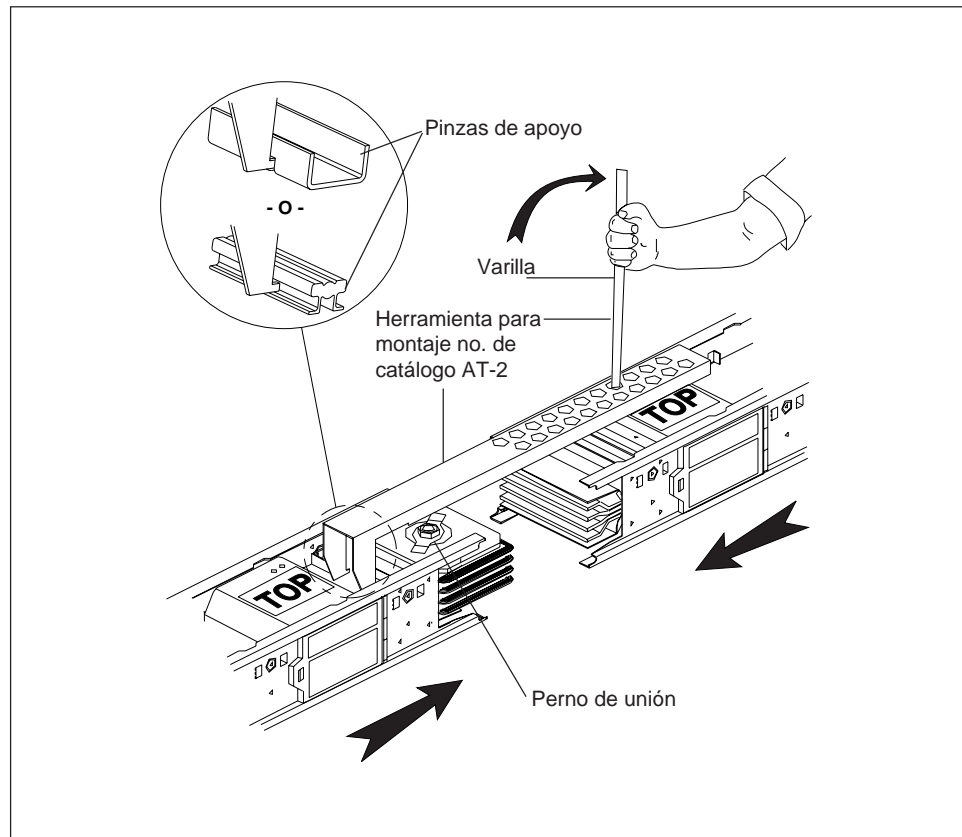

Figura 1: Ensamble de unión
3. Con los extremos del electroducto en la posición mostrada en la figura 1, enganche la herramienta de montaje de unión en la pinza de apoyo en un electroducto e inserte la varilla por el agujero en la herramienta de montaje y detrás de la pinza de apoyo en el electroducto opuesto. Utilice la herramienta para montaje, no. de catálogo AT-2.